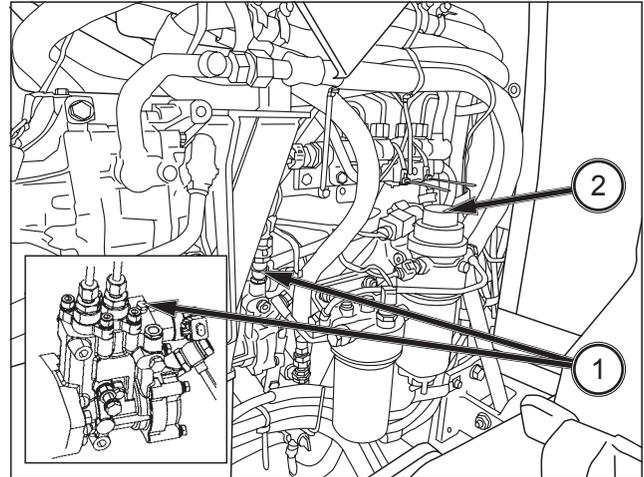

FIG. 166
**FIG. 166 :** Ouvrez le bouchon de purge (1) de la pompe à haute pression. Pompez avec la pompe à main (2) jusqu'à ce que vous voyiez du carburant sortir de l'orifice de purge. Remontez le bouchon de purge et serrez-le (Couple de serrage  $6\pm 2$  Nm). Continuez à amorser la pompe à main jusqu'à ce que vous sentiez la pression dans la pompe. (Il sera plus difficile de pomper). Nettoyez toute trace de carburant du moteur. Démarrez le moteur. Le circuit de carburant enlève automatiquement l'air restant dans le circuit.